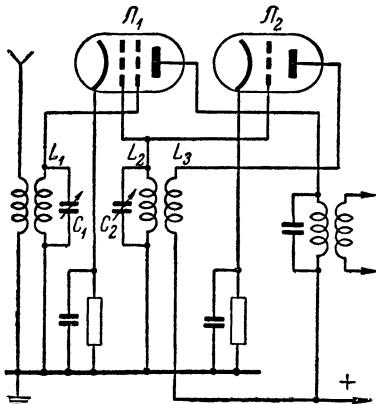

Рис. 94. Преобразование частоты с помощью двухсеточной лампы  $L_1$  и гетеродина с лампой  $L_2$ .
**Л.** — Способ заключается в применении многосеточных ламп, в простейшем случае с двумя сетками. Колебания гетеродина подаются на первую сетку (рис. 94), а колебания принимаемого сигнала — на вторую. Таким образом, одновременно два колебания действуют на анодный ток, который и будет являться результирующим. Ты видишь, что в этой схеме нет магнитной связи между контурами  $L_1C_1$  и  $L_2C_2$ .